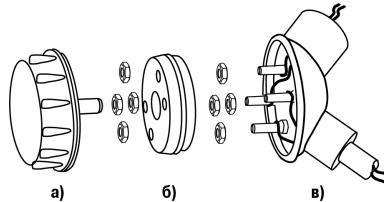

Рисунок 6.3 – Монтаж прибора
1. Подключить соединительные кабели ИП и датчиков к четырем клеммным винтам, запрессованным в корпус коммутационной головки первичного датчика, – рисунок 6.3. в.
3. Надеть прибор (через четыре сквозных отверстия с запрессованными клеммными втулками) на клеммные винты корпуса коммутационной головки первичного датчика – рисунок 6.3. б.
5. Навинтить крышку на корпус прибора – рисунок 6.3. а.